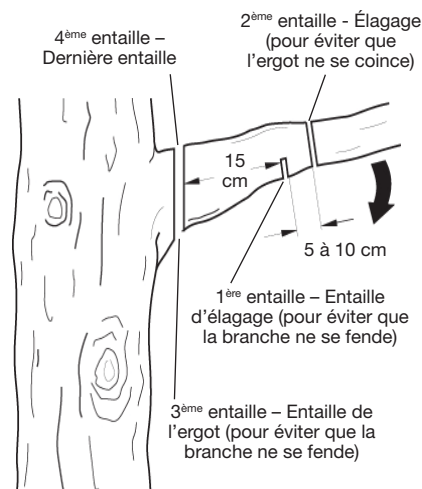

Figure 20 – Coupe d'une branche
1. Faites une première entaille à environ 15 centimètres du tronc de l'arbre et en dessous de la branche. Utilisez le haut du guide-chaîne pour couper. Faites une entaille sur environ un tiers du diamètre de la branche (voir figure 20).